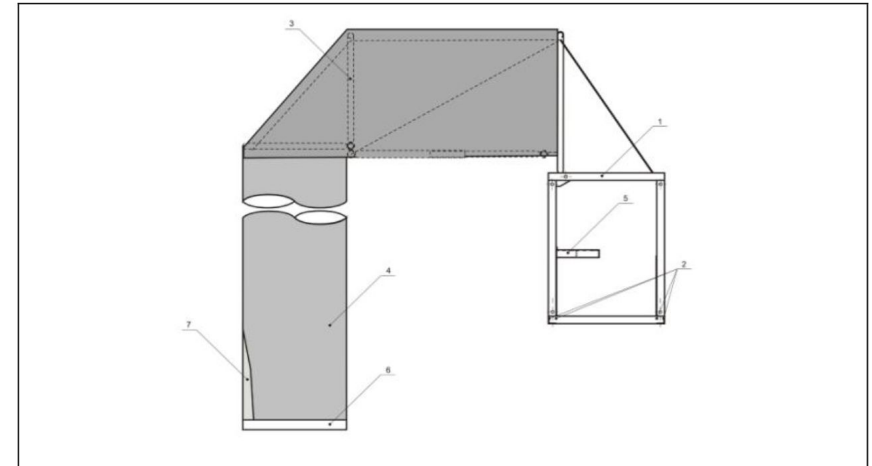

Рис. 1
- 4.1. Рукав (рис. 1) состоит из основания 1, прикрепленного к полу помещения четырьмя анкерами 2; откидных сходен с рамками 3, спасательного полотна 4, вспомогательной ступеньки 5. Завершают нижний конец спасательного полотна - амортизирующий матрас 6 и выход 7.
- 6.1. Установка Рукава в здании осуществляется закреплением основания 1 четырьмя анкерами 2 в перекрытие пола, непосредственно напротив места применения (Рис.1).